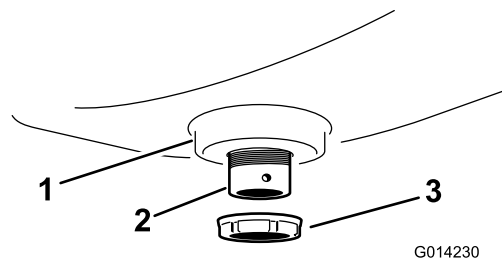

Figura 4
3. Sujete el pasamuros al depósito de enjuague con una tuerca de plástico con arandela prensada (Figura 4).